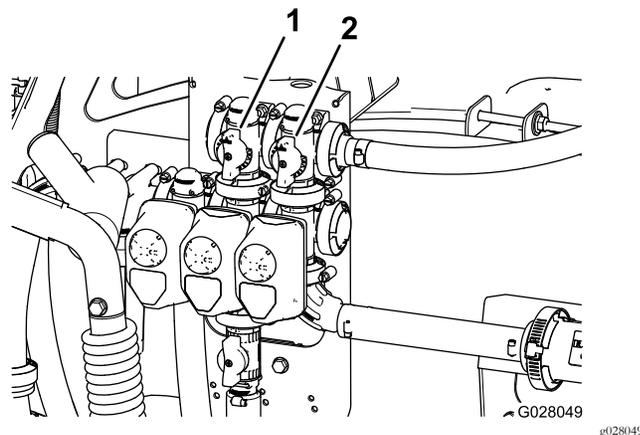

図 109
11. 攪拌バルブの背面についている攪拌バイパスバルブ 図 109 を使って、水圧計の読みが 6.9bar になるように調整する。
9. マスターブームバイパスハンドルを使ってタンク内の攪拌動作を調整する 図 109。